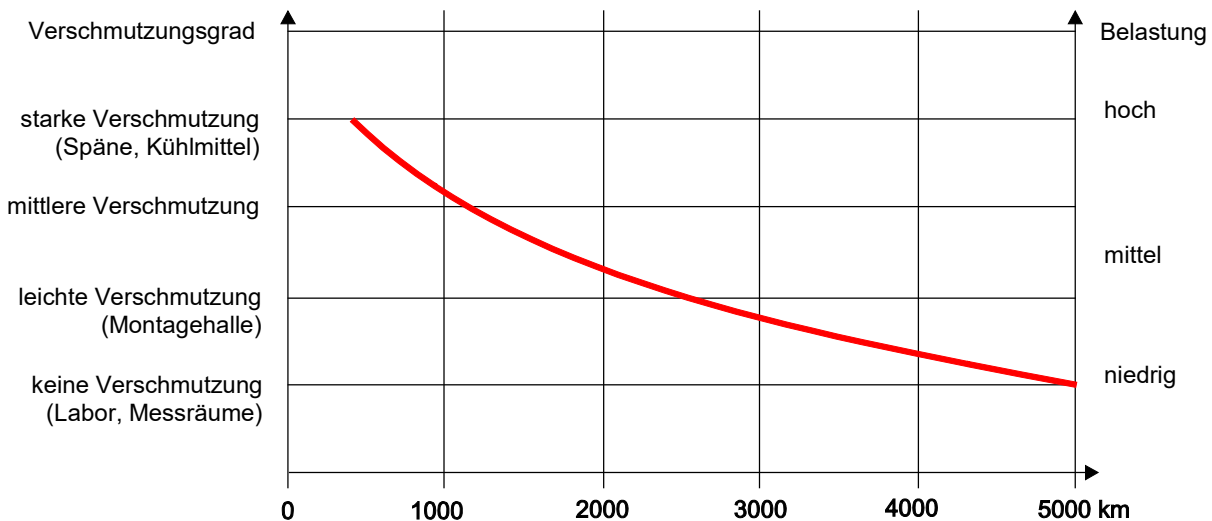

Bild 11: Nachschmierintervalle für die Kugelumlauführung mit Kugelkette
*KGT = Kugelgewindtrieb **oder mindestens 2x pro Jahr. Das Schmierintervall ist abhängig von den Umgebungsbedingungen und von der Belastung (siehe Bild 11). Nachschmieren "in Bewegung"!